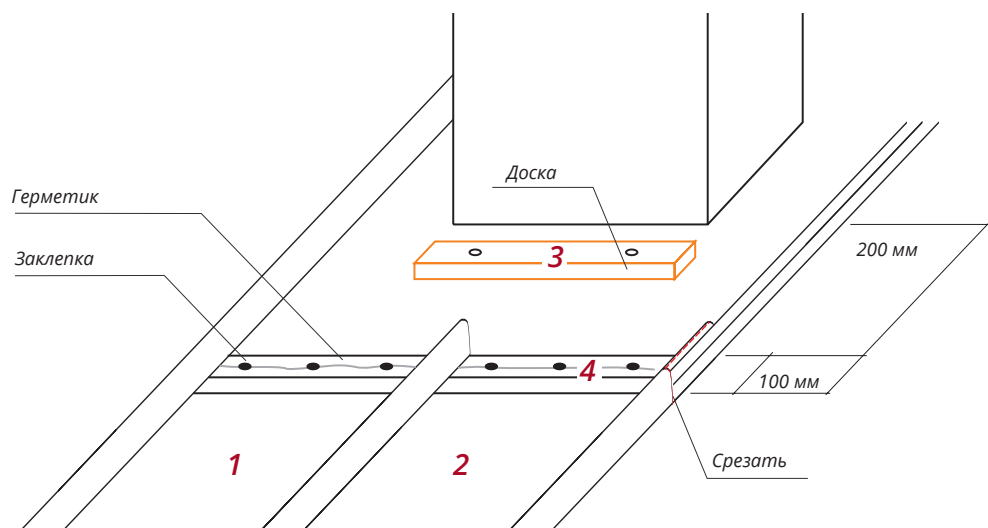

Рисунок 3
- Картины **1** и **2** отрежьте по нижнюю границу трубы (рис. 3). Закрепите перед трубой доску 25x100 или брусок 25x50 **3**.